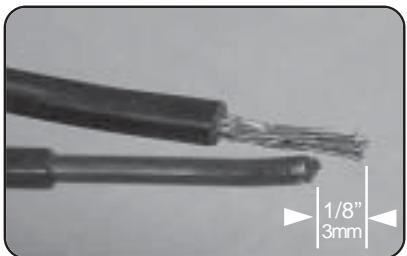

Figure 28/Illus. 28
- Extend the dishwasher's stranded wires 1/8" (3mm) beyond the power supply cable's solid wires, as shown in Figure 28.
- Étirer les fils du lave-vaisselle de 1/8 po (3mm) loin des fils solides du câble d'alimentation, comme à la figure 28.
- Extienda los cables de conductores trenzados en la lavadora que miden 1/8" (3 mm) fuera del cable de alimentación eléctrica con conductores sólidos (o enterizados), como muestra la Ilustración 28.